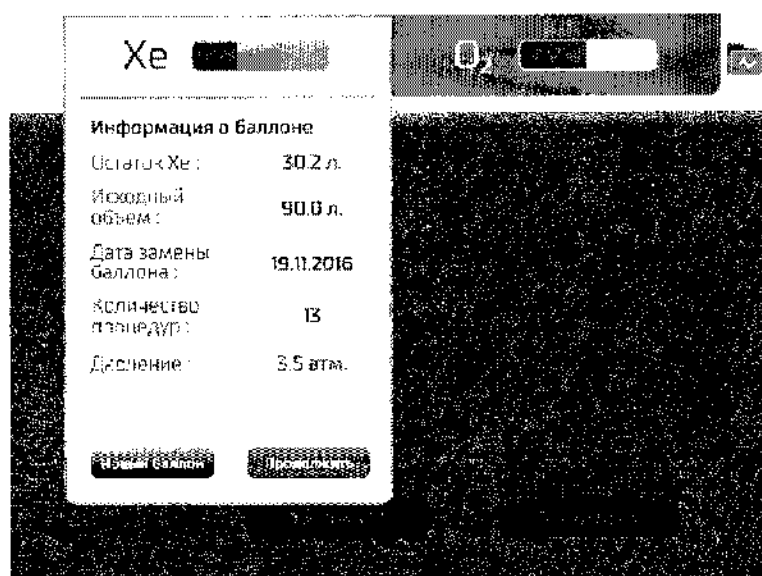

Рис.38 Информация о баллоне с ксеноном
- нажать в верхней части экрана на информацию о заменяемом баллоне. Отобразится окно настроек (на Рис.38 приведен пример для ксенонового баллона).